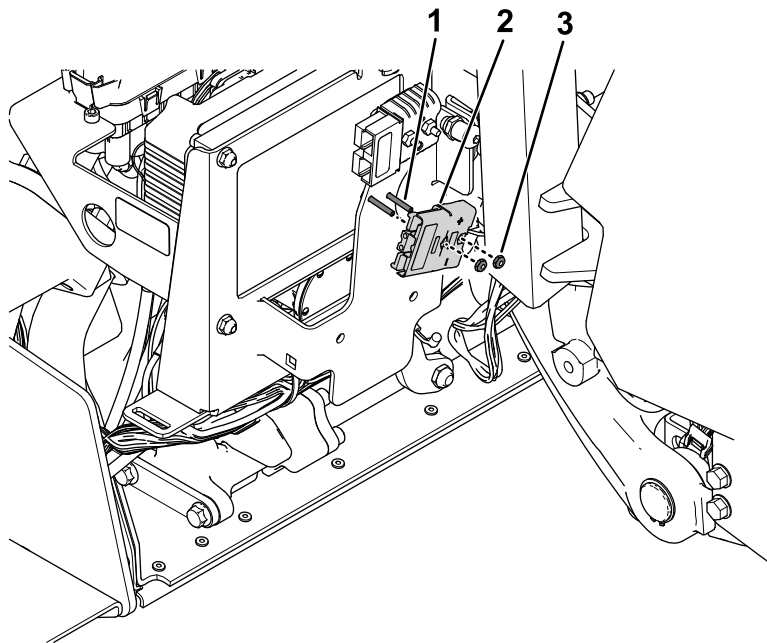

Figure 37
4. Déposez le connecteurs de charge existant du cadre (Figure 37). Conservez le connecteur et les fixations.